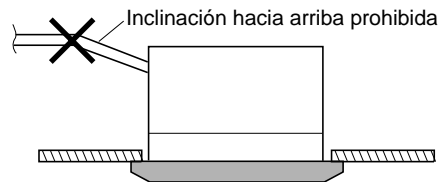

Fig. 3-29
- No instale el tubo inclinándolo hacia arriba con respecto al orificio de conexión, ya que los condensados retrocederían y se escaparían incluso cuando la unidad no funcionara. (Fig. 3-29)